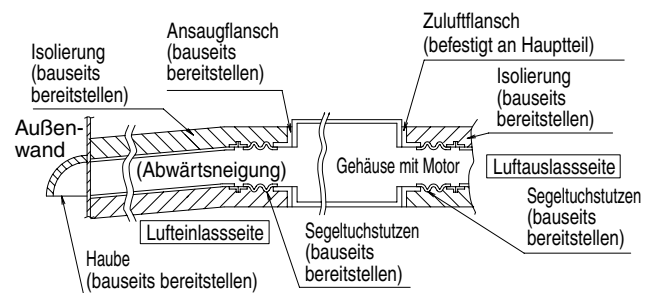

Abb. 14
- Schließen Sie den bauseits vorhandenen Lüftungskanal wie unten dargestellt an. (Siehe Abb. 14)